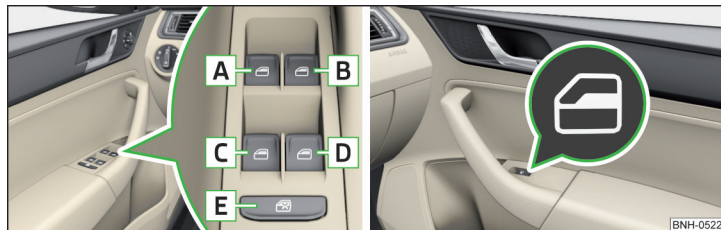

Fig. 37 Power window buttons
**Power window buttons** » Fig. 37
► Press the button **E** » Fig. 37.